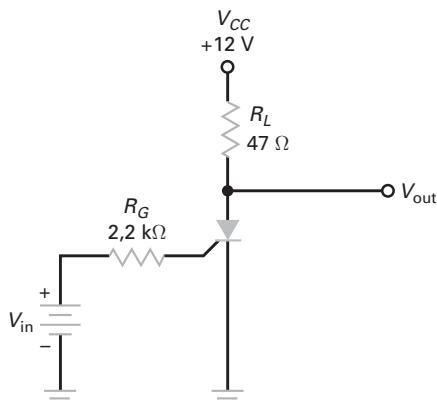

Figura 13-41
- 13-6** O SCR na Figura 13-41 tem $V_{GT} = 1,0$ V, $I_{GT} = 2\text{mA}$ e $I_H = 12$ mA. Qual a tensão na saída quando o SCR está em corte? Qual a tensão na entrada que dispara o SCR? Se V_{cc} diminuir até que o SCR entre em corte, qual o valor de V_{cc} ?
- 13-7** Os valores de todas as resistências são dobrados na Figura 13-41. Se a corrente de disparo do SCR é de 1,5 mA, qual a tensão na entrada que dispara o SCR?
- 13-9** Se o SCR na Figura 13-41 tiver uma tensão de disparo de 1,5 V, uma corrente de disparo no gatilho de 15 mA e uma corrente de manutenção de 10 mA, qual é a tensão na entrada que dispara o SCR? E a tensão de alimentação que não mantém a condução?
- 13-10** Se a resistência na Figura 13-41 for triplicada, qual é a tensão na entrada que dispara o SCR se $V_{GT} = 2$ V e $I_{GT} = 8$ mA?